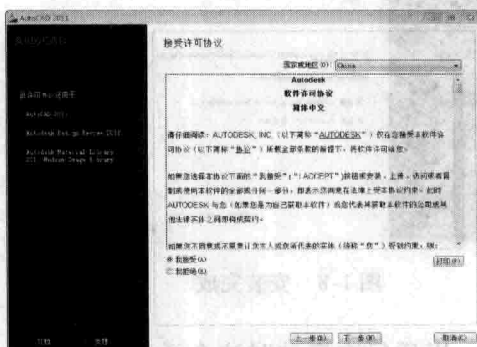

图 1-3 接受许可协议
- 3) 初始化结束后接受安装许可协议, 如图 1-3 所示。